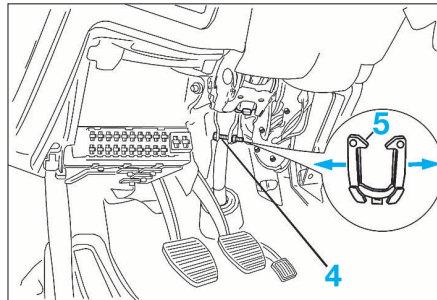

FIG. 22
- les vis (2) du cache inférieur de planche de bord.
- la vis (4) (Fig.22) du cardan de direction.